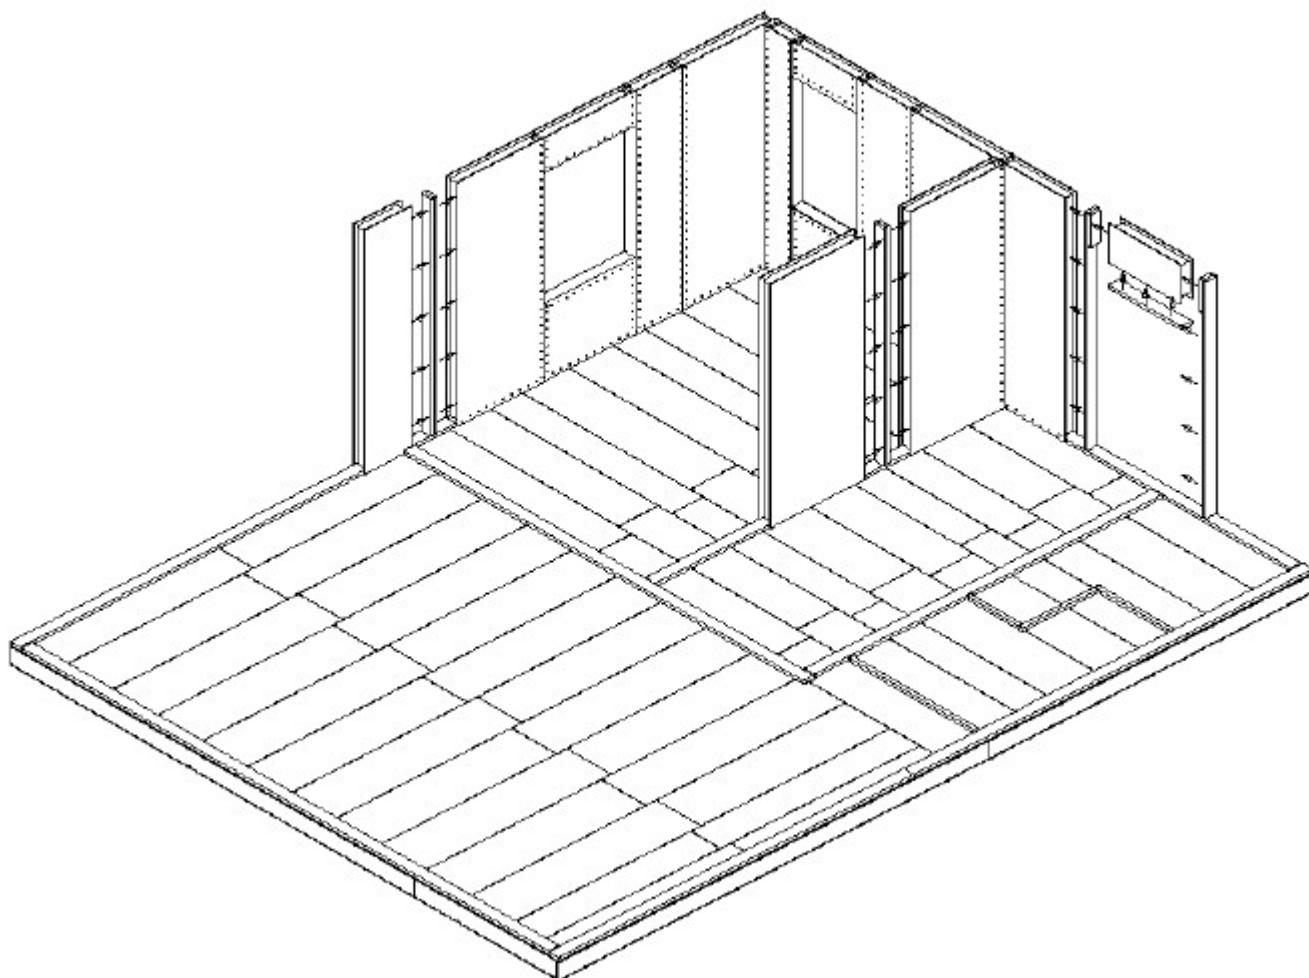

Рис. 11: Последовательная сборка всех стен первого этажа.
11. Далее продолжается последовательная установка всех стеновых панелей и стоек по периметру и во внутренних помещениях дома в обе стороны от первого угла (Рис. 11). Панели крепятся к стойкам и нижним обвязкам с помощью шурупов 3,5x40 с шагом 150 мм, углы и места Т-образных стыков несущих стен стягиваются саморезами-глухарями 8x200 с шагом 500 мм. Сдвоенные стойки крепятся между собой саморезами 4,2x75 с шагом 400 мм, и к нижним обвязкам двумя саморезами 4,2x75. Перед установкой панели выборки в пенополистироле устанавливаемой SIP-панели обрабатываются монтажной пеной.